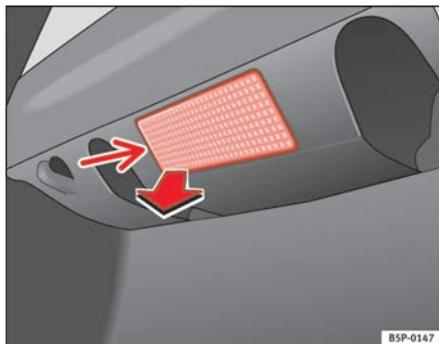

Fig. 191 Luz do porta-bagagens
- Extrair a tulipa, pressionando o rebordo da parte interior da mesma -seta- com a ajuda da parte plana de uma chave de parafusos ⇒ fig. 191.